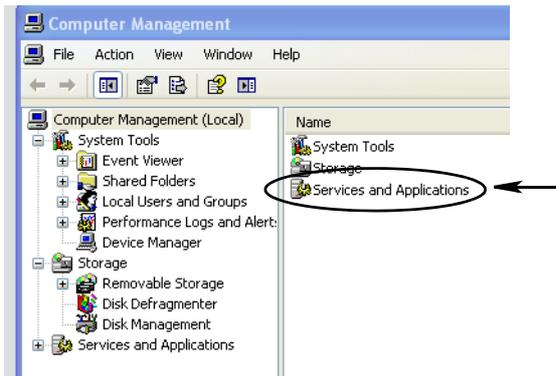

ABB. 54
b. Doppelklicken Sie „Dienste und Anwendungen“ (ABB. 54).